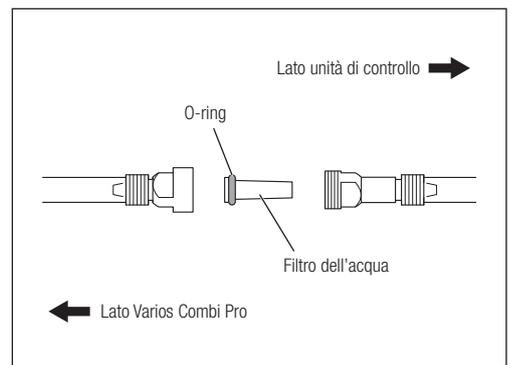

Fig. 58
- 5) Inserire il nuovo filtro dell'acqua con l'O-ring sul lato Varios Combi Pro e rimontare osservando la procedura inversa a quella di montaggio (Fig. 58).